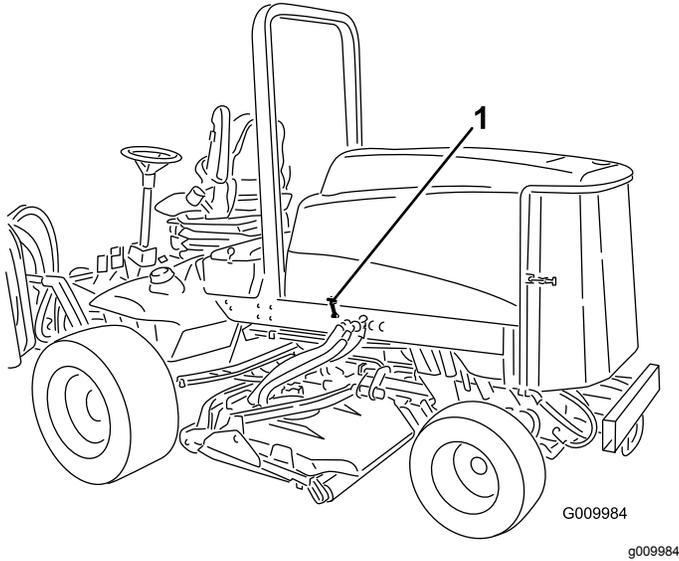

Figure 45
1. Ouvrez les loquets (**Figure 45**) du capot et faites pivoter celui-ci pour l'ouvrir.